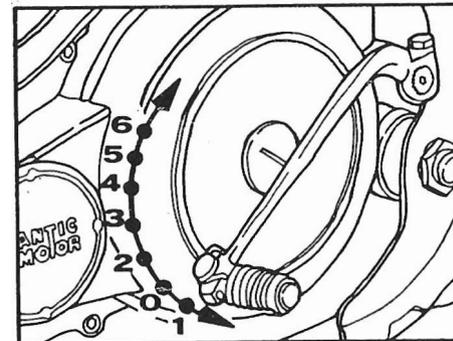

Fig. 9 - Pedale selettore.
- Mettere il cambio in posizione di folle (Fig. 9).
- Dopo aver fatto girare in folle il motore per alcuni minuti in modo da portarlo a temperatura ottimale di esercizio ed abbassato la leva dello starter tirare a fondo la leva della frizione e innestare la 1^a marcia (pedale verso il basso fig. 9).
Chiudere il gas, mettere il cambio in posizione di folle (Fig. 9), premere il pulsante di massa (Fig. 5) sul deviatore e chiudere il rubinetto della benzina.